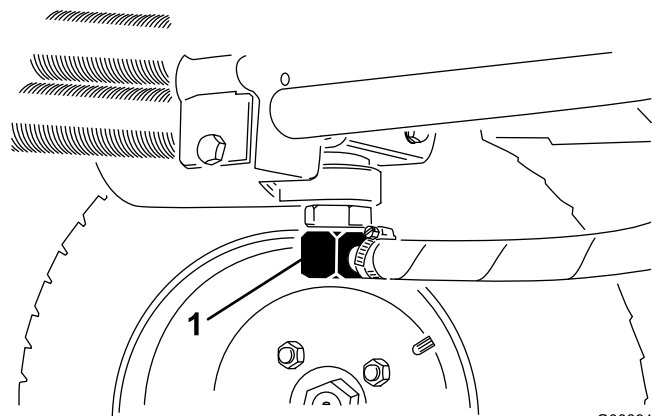
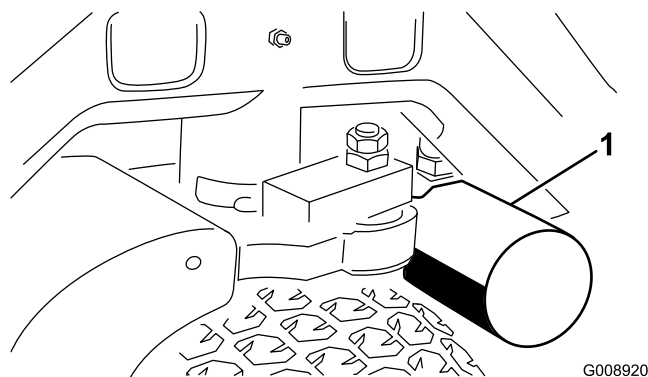

Bild 72
Bild 73
2. Klemmen Sie die Hydraulikölleitung ab (Bild 72) oder entfernen den Hydraulikölfilter (Bild 73) und lassen das Hydrauliköl in ein Auffanggefäß ablaufen.
4. Stellen Sie ein Auffanggefäß unter den Filter (Bild 73) und entfernen den Filter.